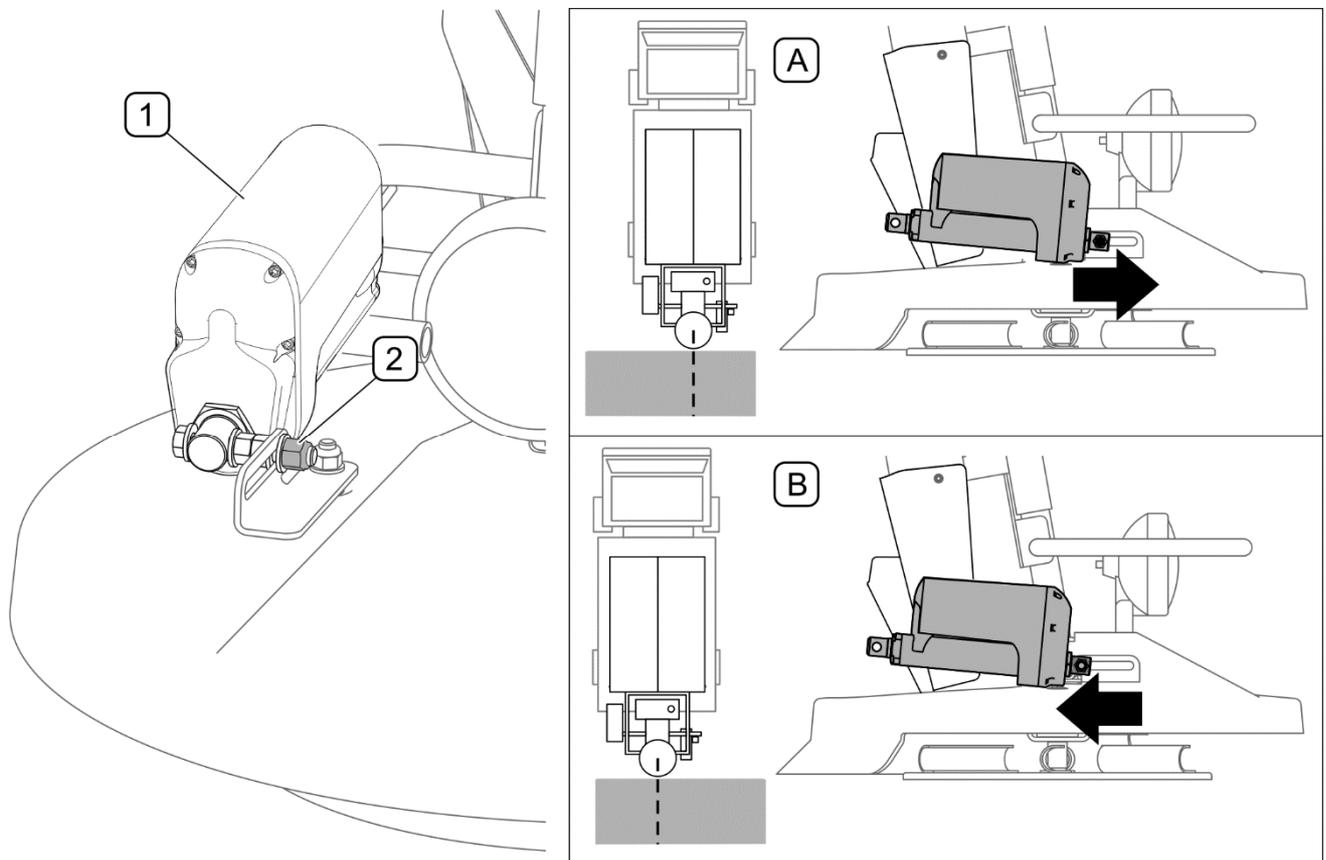

ABBILDUNG 5.8 Einstellen des Streumechanismus
Bei der Einstellung des Streumechanismus muss am Steuerpult die Symmetrie der Streuung auf eine Breite von 4 m eingestellt werden. Den Streuvorgang einschalten und eine kurze Strecke mit konstanter Geschwindigkeit zurücklegen. Das Fahrzeug anhalten und das Streuergebnis überprüfen. Wenn die Streuung nach links und rechts nicht gleich ist, muss der Elektrozyylinder (1) für die Streurichtung (ABBILDUNG 5.8) wie folgt eingestellt werden:
- Die Mutter (2) lösen,
- Den Elektrozyylinder (1) nach vorne verschieben, wenn die Streuung zu weit nach links verschoben ist (A).
- Den Elektrozyylinder (1) nach hinten verschieben, wenn die Streuung zu weit nach rechts verschoben ist (A).
- Die Mutter (2) festziehen, eine Streuprobe durchführen und falls erforderlich die Einstellung wiederholen.